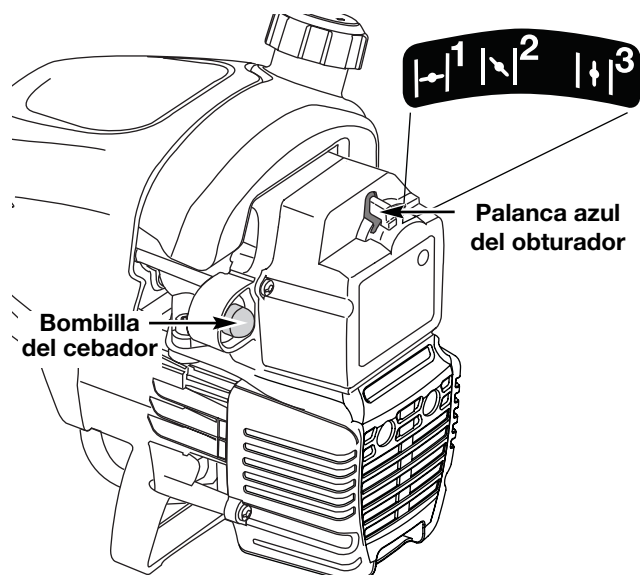

Fig. 20
- Coloque la palanca azul del obturador en la **Posición 1** (Fig. 20).
- Coloque la palanca azul del obturador en la **Posición 2** (Fig. 20).
SI... el motor titubea, regrese la palanca del obturador a la Posición 2 (Fig. 20) y siga calentándolo.